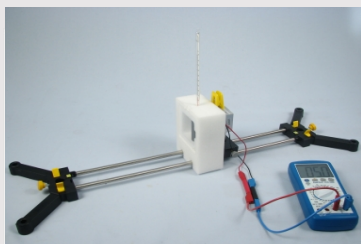

Рисунок 20
7. Повторіть експеримент. Однак, цього разу, вимірюйте значення напруги та температури на задній стороні сонячного колектора (рис. 17 і рис. 20). Запишіть виміряні значення.